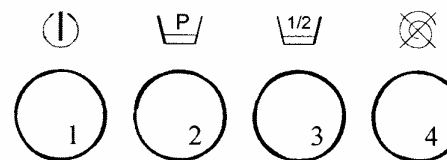

Рисунок 8
**Сеть ①** поз. 1 (см. рис. 8). После нажатия кнопки напряжение подается в машину, при этом загорается индикатор “Сеть” и срабатывает блокировка люка машины. При повторном нажатии напряжение отключается и индикатор гаснет, с задержкой необходимой для срабатывания блокировки люка.